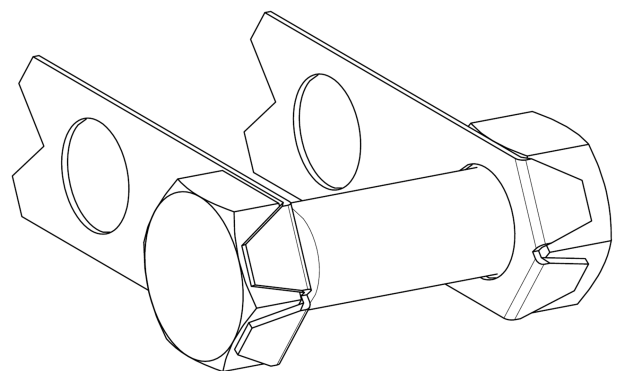

Bild 12
26. Biegen Sie die beiden Laschen der Sicherungsplatten mit einem flachen Schraubendreher oder einem ähnlichen Werkzeug in Richtung des Schraubenkopfes und der Mutter. Achten Sie darauf, dass sich die Schrauben und Muttern nicht mehr drehen können. (Bild 12)